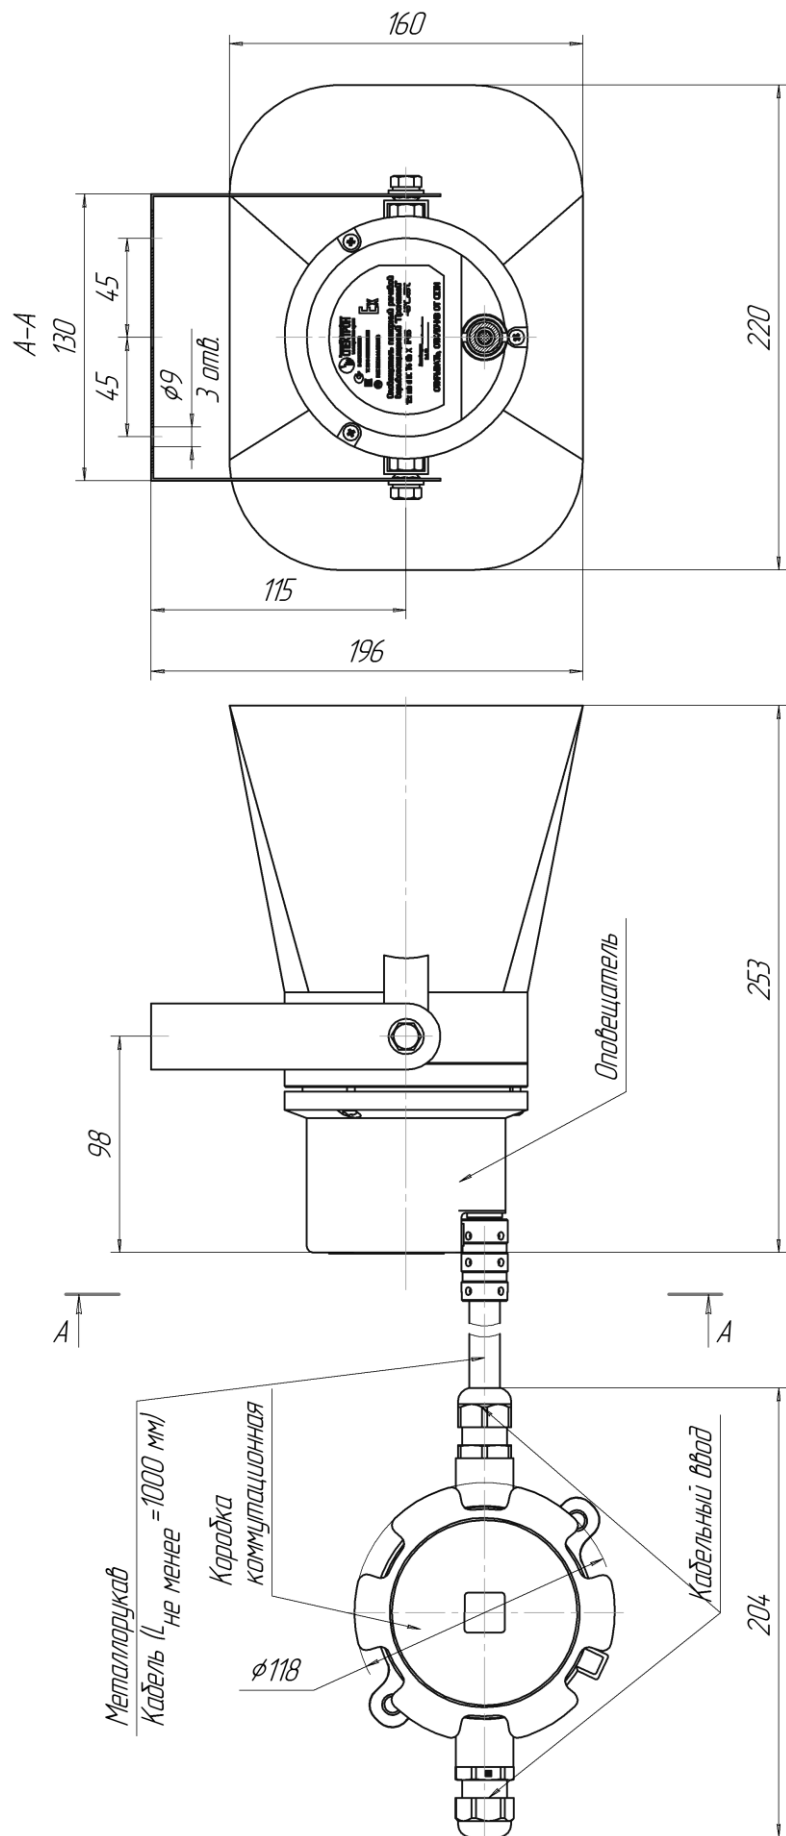

Рисунок 1 – Габаритные размеры оповещателя «Прометей-ГВР-Exm-15»
- определить место установки и разметить место крепления, рисунок 1 в соответствии с утвержденным в установленном порядке проектом размещения;